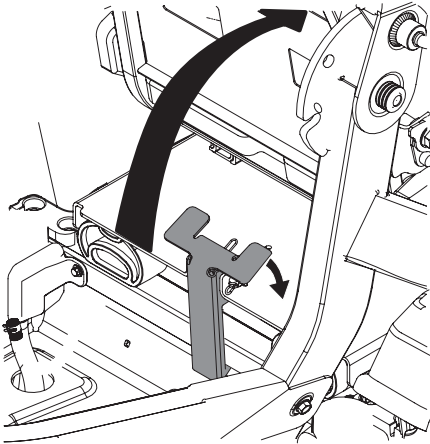

Figure 22
4. Faites pivoter tout le plateau du siège vers le haut (Figure 22).